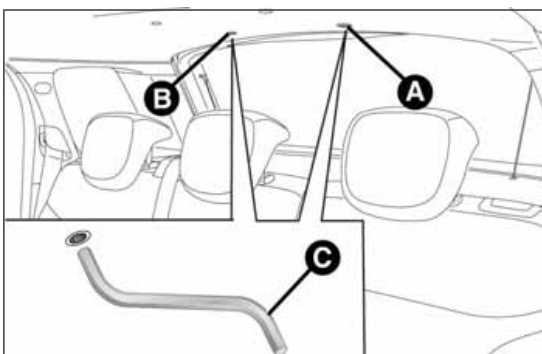

Abb. 72
- Bewegung des Sonnenrollos:** Den Schutzdeckel A Abb. 72 an der inneren Verkleidung entfernen;